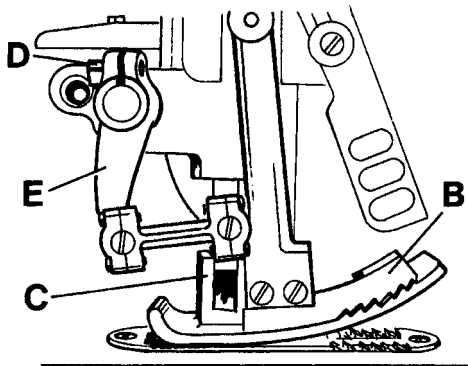
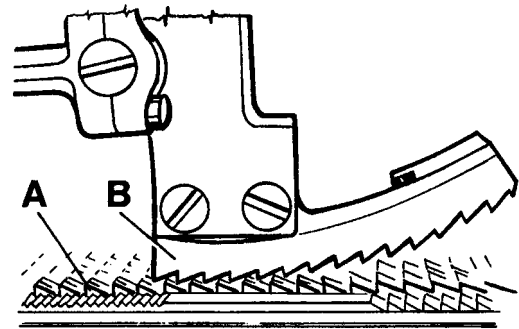

Fig. 16
Fig. 17
Assemble the upper feed dog (B, Fig. 16). The upper feed dog should not push against the front or rear end when moving in the slots of presser foot (C). Simultaneously the upper feed dog (B, Fig. 17) should be positioned so that the tips of its teeth engage with the tooth spaces of the lower feed dog (A), without contacting it. When the lower feed dog (A) is in its highest and the upper feed dog (B) in its lowest point of travel, there must be a small gap between both feed dogs. The feed travel of the upper and the lower feed dog should be synchronous.
For setting the upper feed dog with respect to the slot ends in the presser foot and the tooth spaces of the lower feed dog, loosen screw (D, Fig. 16) and turn drive lever (E) accordingly to the front or rear. Retighten screw (D).
Montieren Sie den Obertransporteur (B, Fig. 16). Der Obertransporteur darf bei seiner Bewegung in den Schlitzen im Drückerfuß (C) weder vorne noch hinten anstoßen.
Gleichzeitig muß der Obertransporteur (B, Fig. 17) so positioniert sein, daß die Spitzen seiner Zähne in die Zahn-lücken des unteren Transporteurs (A) eingreifen, ohne diesen zu berühren. Wenn der untere Transporteur (A) in der höchsten und der Obertransporteur (B) in der untersten Stellung seiner Bewegung ist, muß zwischen beiden Transporteuren ein Luftspalt sein. Der Transportweg von oberem und unterem Transporteur soll gleich (synchron) sein.
Zum Einstellen des Obertransporteurs im Bezug zu den Schlitzenden im Drückerfuß und zu den Zahn-lücken des unteren Transporteurs lösen Sie die Schraube (D, Fig. 16) und schwenken den Antriebshebel (E) entsprechend nach vorne oder hinten. Ziehen Sie Schraube (D) wieder an.
The motion should be set so that the rear four teeth of the upper feed dog (B, Fig. 16) remain approx. 1/3 of their height in the presser foot slots when lifting.
Die Bewegung muß so eingestellt sein, daß die hinteren vier Zähne des Obertransporteurs (B, Fig. 16) beim Abheben noch mit etwa 1/3 ihrer Höhe in den Drückfußschlitzen sind.